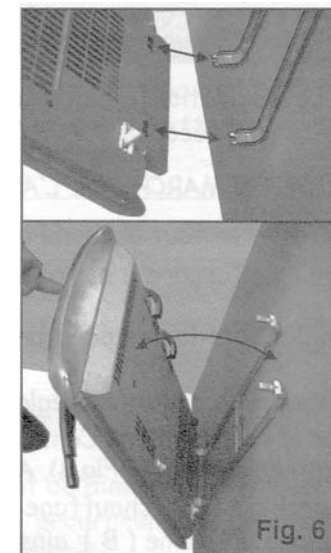

Fig. 6
- Aby umieścić grzejnik na zamontowanym stelażu należy wprowadzić dolne zaczepy stelaża w odpowiednie otwory w dolnej części tylnej obudowy grzejnika jak na rysunku Fig.6 obok. Po odchyleniu do pozycji pionowej umożliwi to wprowadzenie górnych zatrzasków w odpowiednie otwory w górnej części obudowy.